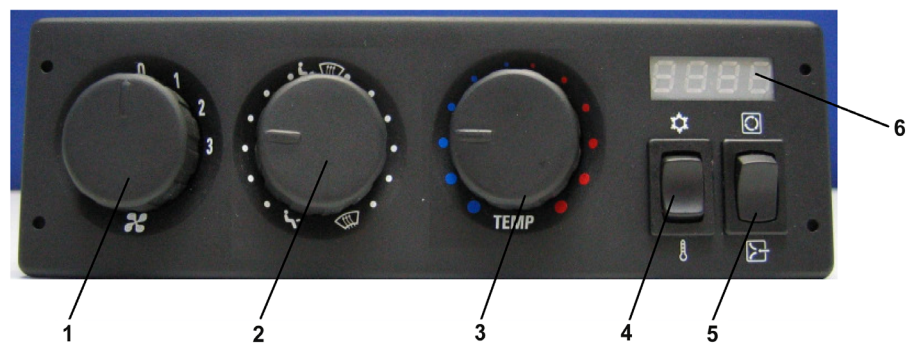

Fig. 80 Elementos do painel de controle do ar-condicionado automático
Pressione o botão do ar-condicionado (4) na Fig. 80 duas vezes para ligar o aquecimento/ar-condicionado.
| 2 | Ligue o ventilador (1) em Fig. 80 no painel de controle à direita. |
| 4 | <p>Pressione o botão de ar-condicionado automático (4) em Fig. 80 no painel de controle</p> <ul style="list-style-type: none"> – Pressione-o uma vez brevemente: O status atual é exibido (aquecimento ou resfriamento). <p>ou</p> <ul style="list-style-type: none"> – Pressione-o duas vezes: o modo operacional é alterado. |
| 5 | Ajuste a temperatura desejada usando o controlador de temperatura (3) na Fig. 80 no painel de controle à direita. |
| 1 | Pressione a chave combinada (4) em Fig. 80 por mais de 5 segundos. |